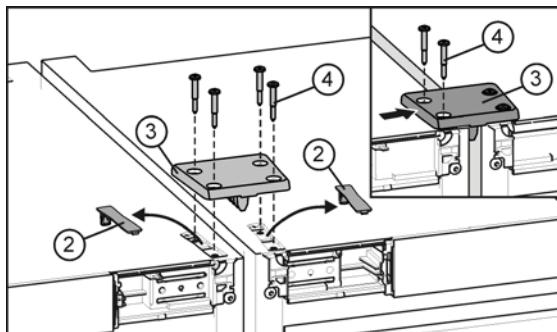

Fig. 5
- 松开并取下盖子 Fig.5(2)。
- 放上連接架 Fig.5(3)，並在一台設備上用兩個螺栓 Fig.5(4)鬆動固定。